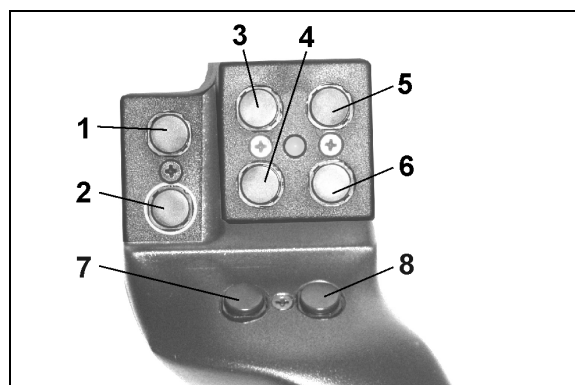
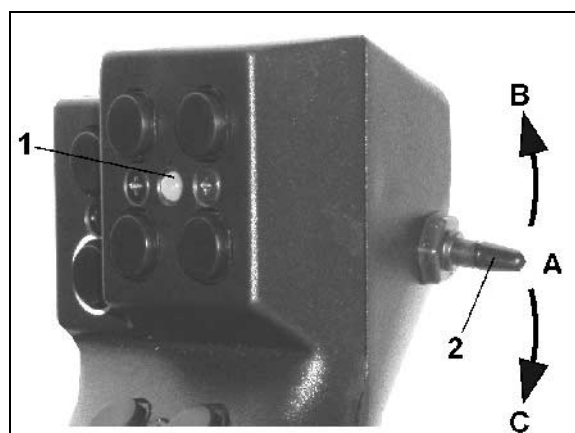

Fig. 77
Fig. 78
För manövrering av **AMATRON⁺** är joysticken försedd med (Fig. 77) 8 knappar (1 - 8). Med omkopplaren (Fig. 78/2) kan dessutom knapparnas funktioner tredubblas.
-  mellanläge (Fig. 77/A) och kan flyttas
-  uppåt (Fig. 77/B) eller
-  nedåt (Fig. 77/C)
Omkopplarens läge indikeras med en LED-lysdiod (Fig. 77/1).